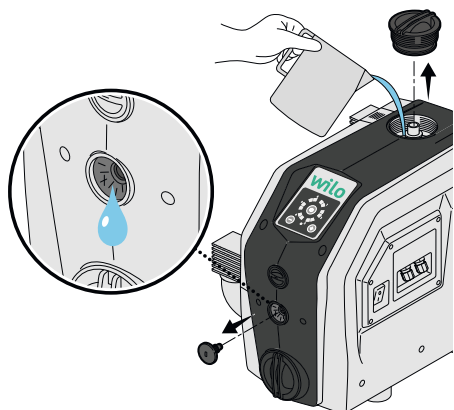

Fig. 8: Piepildīšana
2. Iepildiet produktā ūdeni (apm. 1,5 l), līdz no ventilācijas atveres izplūst ūdens (Fig. 8).